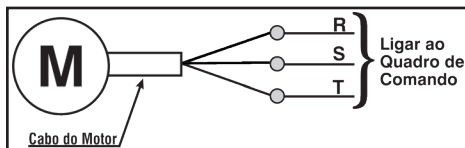

Figura 16a – Esquema de ligação motores trifásicos com 01 cabo chato
- Quando a tensão for 220 V deve-se unir cor com cor e efetuar a emenda do cabo do motor ao cabo da rede elétrica e conectar ao quadro de comando, conforme figura 16a.